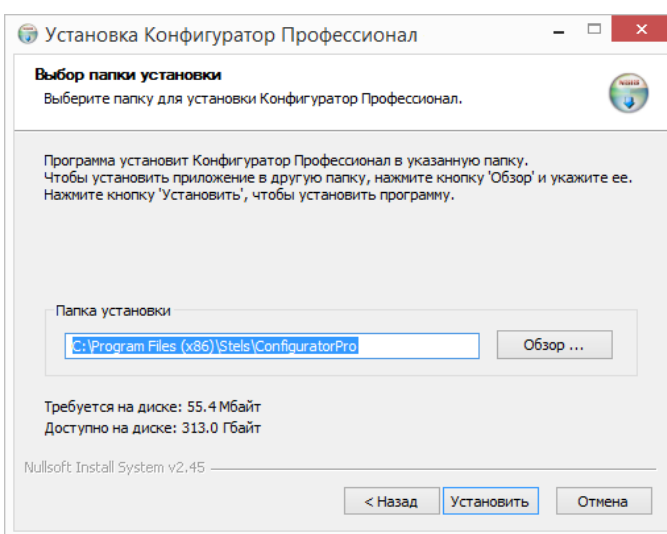

Рисунок 3.5 — Окно *Выбор папки установки*
5. В следующем окне укажите папку установки и нажмите кнопку  (см. рисунок 3.5).